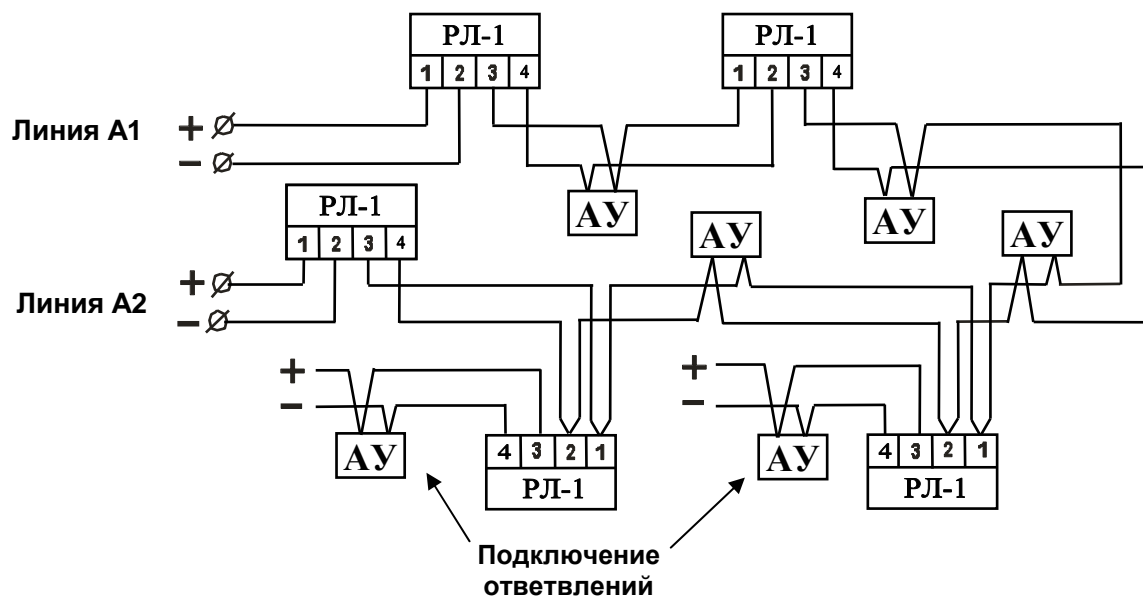

Рис.7. Защита информационной линии от короткого замыкания с помощью размыкателей линии РЛ-1.
5.4.4. Для подключения ответвлений, а также для локализации коротких замыканий в кольцевой информационной линии желательно использовать размыкатели линии РЛ-1 (рис.7). Размыкатели отключают короткозамкнутые участки линии и автоматически восстанавливают ее целостность при исчезновении короткого замыкания.